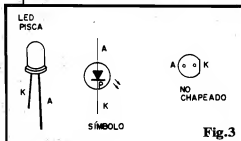

Fig. 3
- FIG. 3 - O LED "PISCA" - Esse componente, externamente, nada difere de um LED comum... A semelhança é tão completa que, se um LED "pisca" for "jogado" numa caixinha que já contenha alguns LEDs comuns, da mesma cor, a única maneira de posteriormente identificá-lo é testando um a um, todos os componentes! Cuidado, portanto, para não "misturar" o dito LED especial com os demais... A figura mostra (para benefício dos principiantes...) o dito LED "pisca" em aparência, símbolo e estilização especialmente usada no chapado do PILEP. Notem alguns pontos importantes: embora em tese LEDs "pisca" de qualquer cor possam ser usados no circuito do PILEP, recomendamos enfaticamente que o componente seja do tipo vermelho, standard (redondo, 5 mm), já que os mais seguros resultados de Laboratório foram obtidos com tal peça... Cuidado, também, com a aquisição de eventuais "refugos" industriais, que campeiam pelas Lojas "menos honestas"... É bom exigir que o LED pisca seja testado no momento da aquisição, ou então apenas comprá-lo em fornecedor de reconhecida ética co-